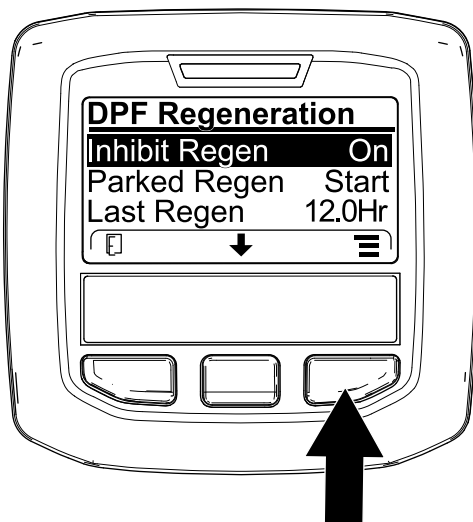
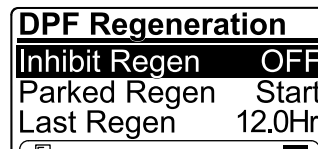

Bild 38
Bild 39
1. Navigieren Sie auf das Menü „DPF Regeneration“, drücken Sie die mittlere Taste und navigieren Sie auf die Option INHIBIT REGEN.; drücken Sie die rechte Taste, um den Eintrag „Inhibit Regen.“ auszuwählen (Bild 38).
2. Drücken Sie die rechte Taste, um die Einstellung für das Verhindern der Regenerierung von „On“ in „Off“ (Bild 38) oder von „Off“ in „On“ (Bild 39) zu ändern.